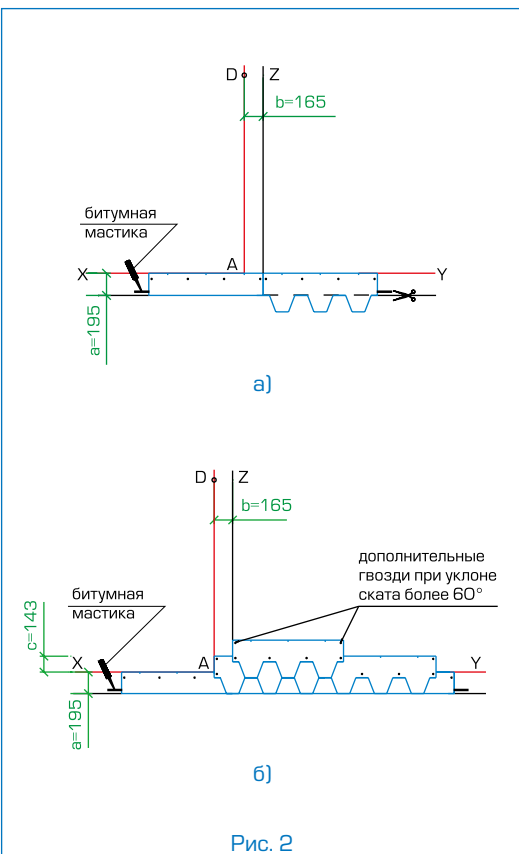

Рис. 2
Укладка материала (рис. 2)
- Начальный ряд формируется из листов черепицы НОРДИК с обрезанными лепестками. Полученные таким образом полосы шириной 19,5 см укладываются по линии карниза в обе стороны от линии Z (рис. 2а) и фиксируются по нижнему краю битумной мастикой, а по верхней кромке 4 гвоздями (ось гвоздей на 5 см ниже верхнего края полосы);
- далее первый ряд черепицы укладывается от линии AD (рис. 2б);
- второй ряд укладывается от линии Z (со смещением 16,5 см от AD) (рис. 2б);
Каждый лист гибкой черепицы НОРДИК крепится 4 гвоздями таким образом, чтобы гвоздь прошивал и верхний край низлежащего листа черепицы (рис. 2б).